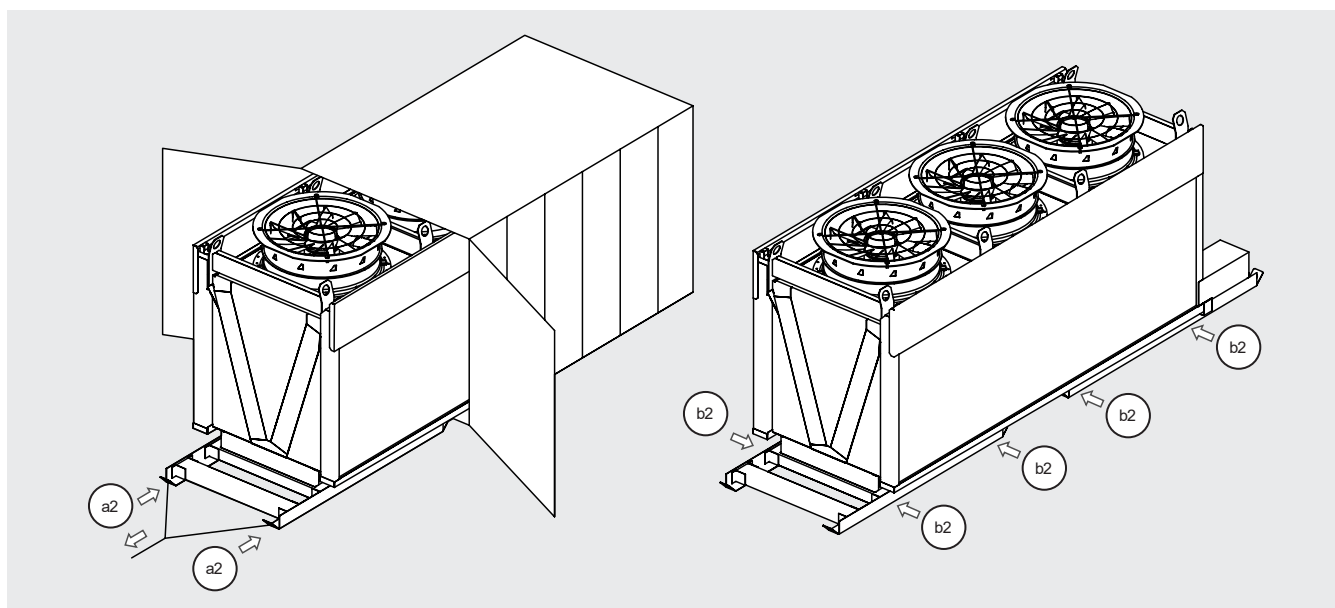

Figura 6
- 5.7 Si el modelo está embalado en un contenedor, utilice los dos cáncamos (a2) para sacar el modelo. Tire despacio y sin tirones. Utilice una carretilla elevadora (colocada a un lado) o un equivalente para sacar el modelo del contenedor. Desenrosque los tornillos (b2) para liberar la corredera. Ver la Figura 6.